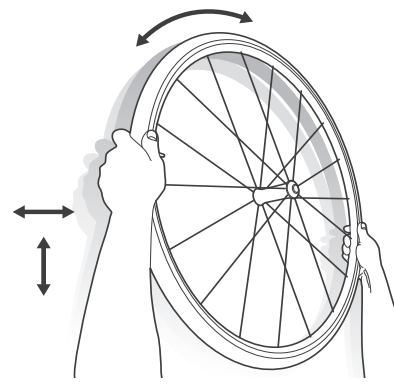

Figura 21. Far ruotare/scuotere la ruota
5. Tenendo ferma la ruota, farla oscillare avanti e indietro e farla ruotare per spargere il sigillante lungo tutta la parte interna dello pneumatico (Figura 21).